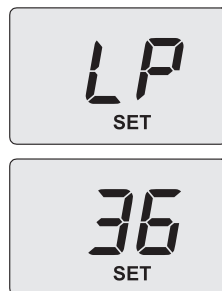

Figura 7.5
Sul display compare la scritta "**SET**" (Figura 7.5).
- Una volta impostato il valore a **1** (spazzacamina attivo in minimo sanitario) premere il tasto 13 per confermare. Sul display appare **LP** alternato alla temperatura minima sanitaria (Figura 7.5).